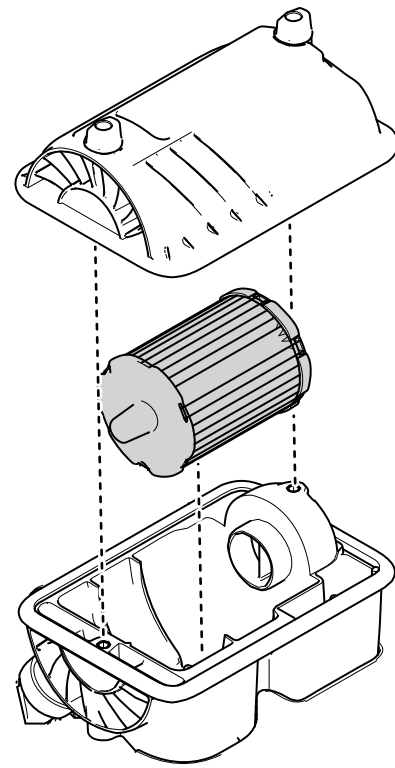

Bild 28
1. Schieben Sie den Luftfiltereinsatz vorsichtig aus dem Luftfiltergehäuse heraus (Bild 28).
4. Bringen Sie die Luftfilterabdeckung wieder an (Bild 28).